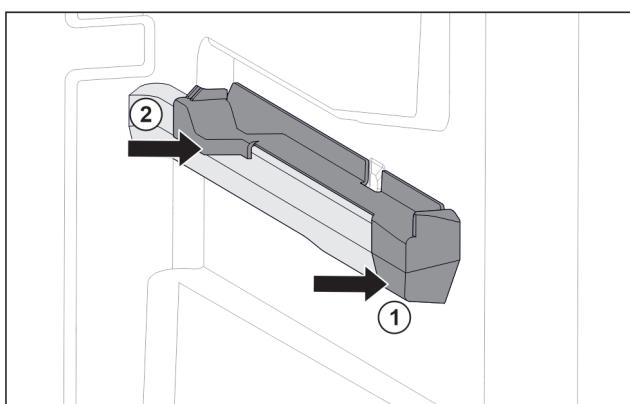

Fig. 30 Násuvný diel na pravom rebre nádoby
- Nasadte násuvný diel vpredú na rebro nádoby. Fig. 30 (1)
- Pritlačte násuvný diel vzadu. Fig. 30 (2)